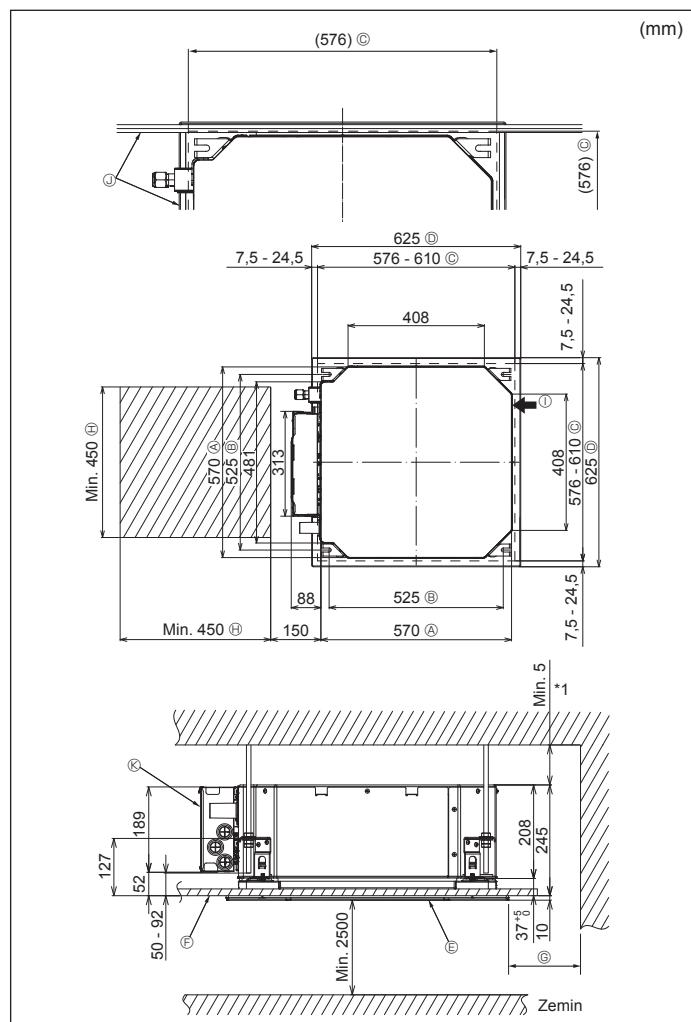

Fig. 4-2
⑤	Drenaj soketi	1
⑥	İzolasyon	1
4.2. Tavandaki açıklıklar ve askı civatalarının yerleri (Fig. 4-2)